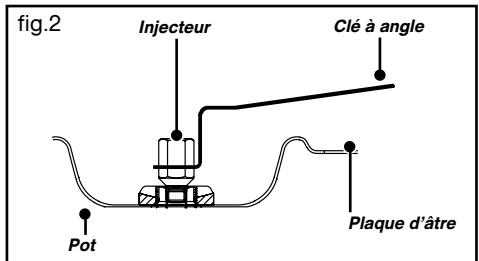

fig.2
- Cote de profondeur d'encastrement entre le mur à l'arrière et l'avant de l'appareil : 610 mm (voir fig. 2, vue de dessus).
- Déserrez les vis du serre-câble (**fig.2**).
- Raccordez les fils du câble conformément au schéma ci-contre (**fig.2**). Tous les brins des fils d'alimentation doivent être emprisonnés sous les vis. Le fil de terre couleur vert-jaune doit être relié à la borne \oplus .
- Vissez à fond les vis du bornier et vérifiez le branchement en tirant sur chaque fil (**fig.2**).
- soit par un raccord rigide (tuyauterie en cuivre) (fig. 2).
- Dévissez à l'aide de la clé fournie les injecteurs situés dans le fond de chaque pot et ôtez-les (fig. 2).
- Déclipez l'attache métallique située à la base de chaque brûleur (sole et grilloir) (**fig.2**) à l'aide d'un petit tournevis.